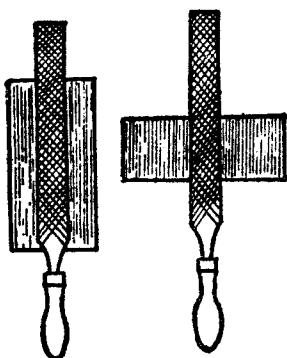

图 1-11 顺向锉
1. 顺向锉 顺向锉是最基本的锉削方法,平面最后锉光和锉平都用此法,以获得较为整齐美观的锉痕(图1-11)。